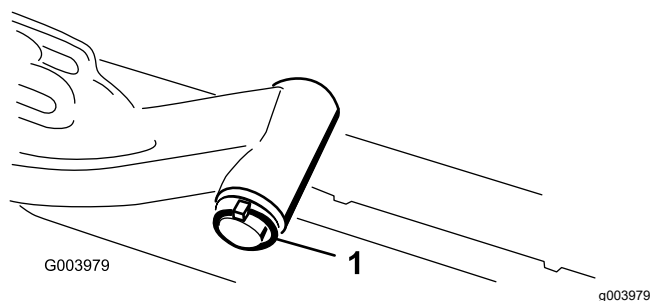

Figura 11
di sollevamento, ed estraete l'albero dal braccio di sollevamento (Figura 11).
- C. Inserite l'albero del braccio di sollevamento nel braccio di sollevamento, e fissatelo con la rondella e l'acciarino (Figura 11).